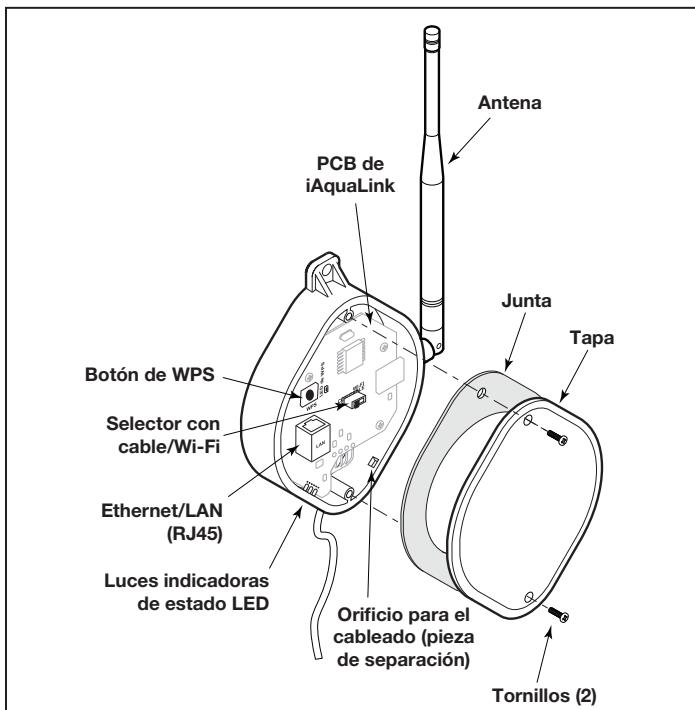

Figura 32. Componentes de la PCB del dispositivo iAquaLink
5. Coloque un cable a través del troquelado hacia el área de bajo voltaje. Consulte la Figura 32.
7. Pele cada cable $\frac{1}{4}$ " (6 mm) y conecte al conector rojo de cables de la PCB del centro de energía. Es posible que se requiera un kit multiplexor (n.º de pieza 6584) si hay más de dos (2) cables tendidos a un conector rojo de cables en la PCB del centro de energía.
1. Extraiga los dos (2) tornillos de la cubierta de iAquaLink J-Box. Extraiga la junta y la cubierta. Consulte la Figura 32.